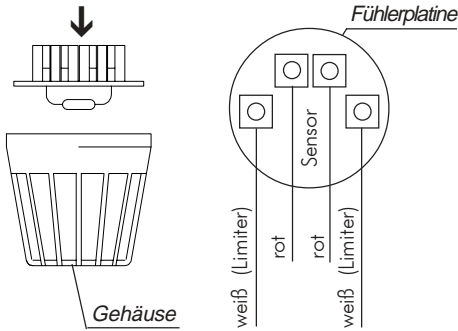

Abb. 10
4. Die Leitungen für den Begrenzer (weiß) und den Temperaturfühler (rot) gemäß Abb. 10 an der Fühlerplatine an-klemmen: Die Fühlerplatine anschlie- ßend in das Gehäuse einrasten.